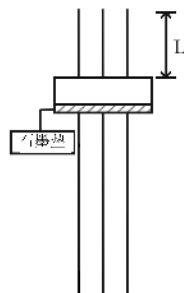

图1 改造前加热管
(1) 熔盐电加热器的加热管在建设安装时过密、而且管壁较薄(管壁厚度仅为 1.25mm),并且加热管之间没有固定卡盘。在加热管运行过程中,由于盐溶液的流动冲击,使加热管相互发生碰撞、摩擦,时间较长后造成加热管管壁磨损、破裂,使加热管损坏,发生加热管短路接地故障,平均每年因管壁的相互碰撞、摩擦造成加热管损坏的数量为 4 组,如图 1 所示。
(2) 熔盐电加热器加热管使用的是石墨密封垫,在高温振动下易损坏,造成盐溶液渗漏,部分渗漏的盐溶液附着在加热管接线柱表面,在高温下汽化成盐蒸汽,由于加热管接线柱之间的距离较近,盐蒸汽在加热管接线柱附近发生放电、打火现象造成电源相间短路,产生大电流,使断路器电流速断保护动作,引起断路器跳闸。平均每年因加热管石墨密封垫损坏造成盐溶液渗漏现象 2 次(见图 1)。
(3) 熔盐电加热器加热管的接线柱接触面积过小(接触面积为  $\Phi 6\text{mm}$ ),而盐电加热器的加热功率较大(672kW),其运行电流也较大,较大的电流使接线柱发热崩烧,发生接地故障,造成盐电加热器无法正常运行。平均每年加热管接线柱损坏、断裂,发